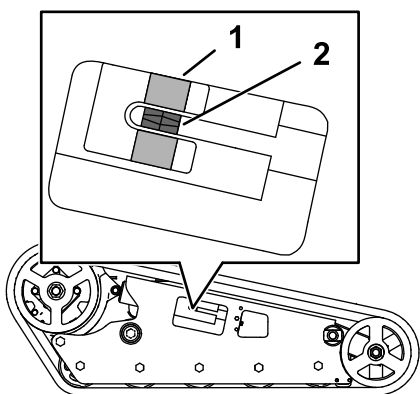

Figura 56
Compruebe que el bloque tensor está alineado con la guía verde de la pegatina, o que el bloque está a 1,3 cm del extremo trasero de la ranura del tubo tensor (Figura 56). Si no es así, ajuste la tensión de las orugas usando el procedimiento siguiente:
4. Usando una llave de carraca de ½", gire el tornillo tensor en sentido antihorario hasta que el bloque tensor quede alineado con la guía verde de la pegatina o esté a 1,3 cm del extremo trasero de la ranura del tubo tensor (Figura 56).
8. Compruebe que el bloque tensor quede alineado con la guía verde de la pegatina o esté a 1,3 cm del extremo trasero del tubo tensor en ambas orugas (Figura 56). Ajustelo si es necesario.